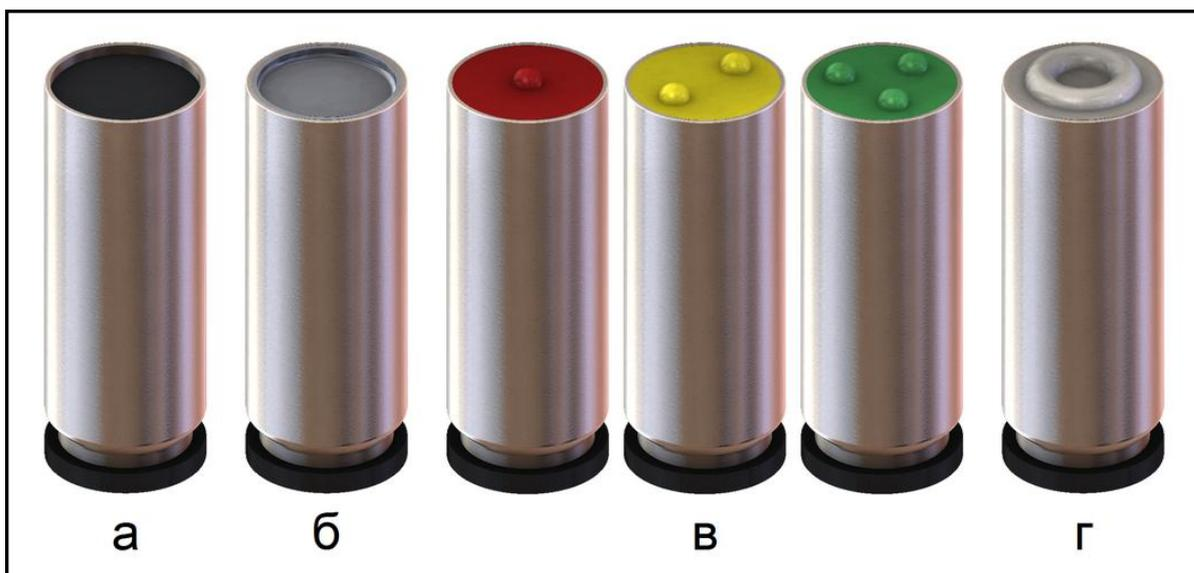

Рисунок 3 – патроны калибра 15x40 мм:
5.3 Для различимости патронов в темноте заглушки гильз имеют выпуклости различной конфигурации (см. рисунок 3).